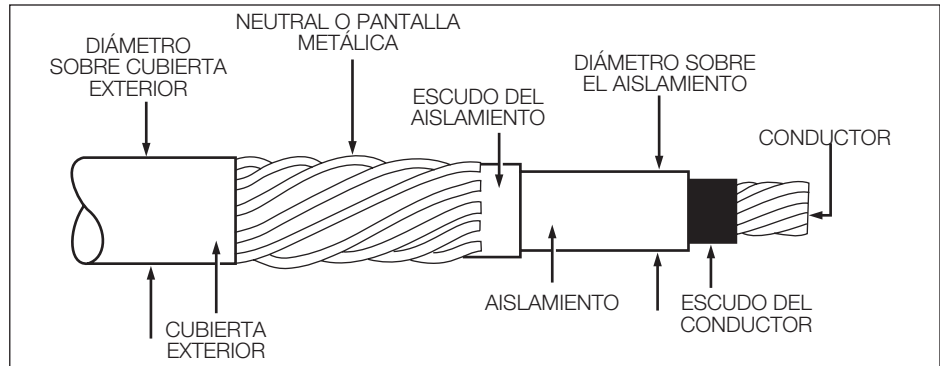

Figura 4. Ilustración mostrando la construcción típica de cables subterráneos de alto voltaje.
PASO 1: Determine el diámetro del cable sobre el aislamiento eléctrico como se muestra en la Figura 4 (incluyendo tolerancias) del fabricante del cable. Identifique el rango del cable de la Tabla 3 que comprenda los diámetros mínimo y máximo del aislamiento. Seleccione el CÓDIGO DE RANGO DEL CABLE en la columna de la extrema derecha.